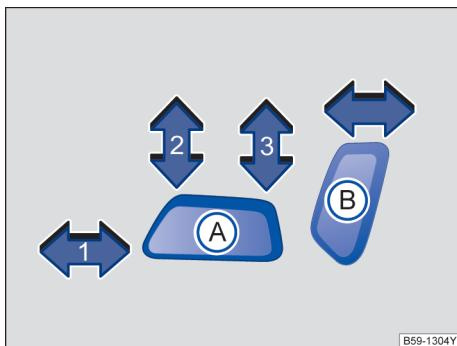

图 78 开关：调整座椅的前后位置、座椅面的高度和倾斜角度
沿箭头方向按压→图 78 (A) 开关：
- ① 向前或往后移动座椅。
- ② 调节座椅面的倾斜度。
- ③ 调高或调低座椅。
沿箭头方向按压→图 78 (B) 开关：